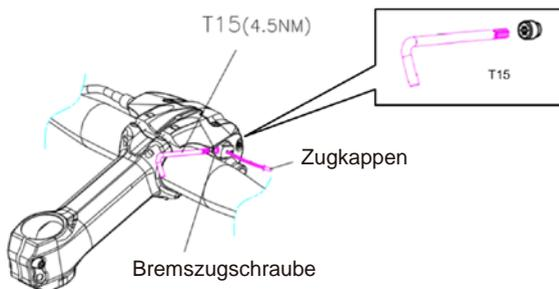

Abb. G-1 Zug ziehen und befestigen
- Lösen Sie die Schraube des Bremszugs am Gehäuse des Hauptzylinders. (**Abb. G-1**)
- Führen Sie den Zug durch Steuergerät, Gehäuse und Hauptzylinder. Ziehen Sie den Zug straff; achten Sie darauf, keine Last auf den Bremszylinder auszuüben. (**Abb. G-1**)